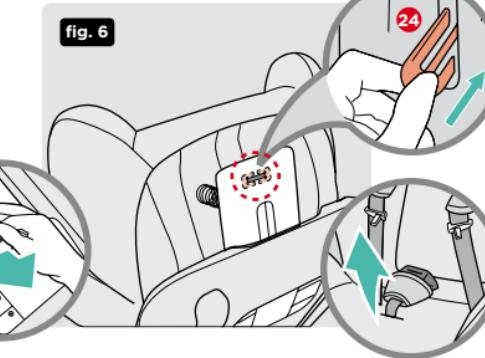

fig. 6
4. Vire a cadeira e, na parte inferior do assento, solte a fivela do cinto (7) passando a placa de retenção pela ranhura do assento (fig. 6).